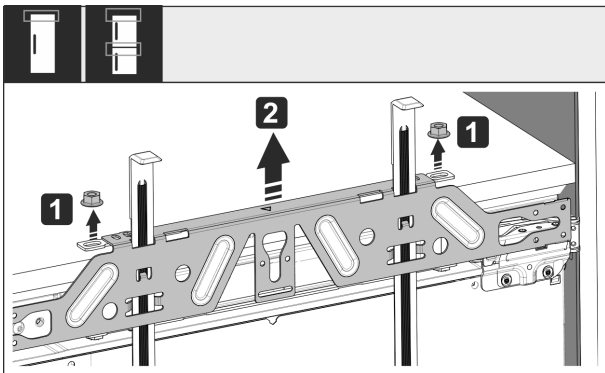

Fig. 54
- Kontermuttern Fig. 54 (1) lösen.
- Befestigungstraverse Fig. 54 (2) abnehmen.